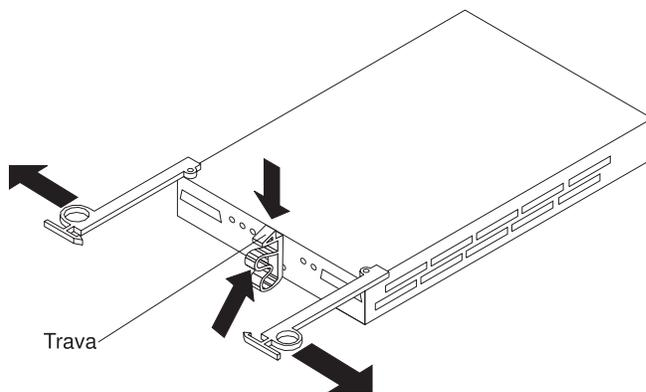

Figura 42. Removendo o ESM com falha
5. Certifique-se de que o LED indicador de Falha esteja aceso; em seguida, empurre para baixo a trava do ESM. As alavancas do ESM irão pular fora da posição travada conforme mostrado em Figura 42.